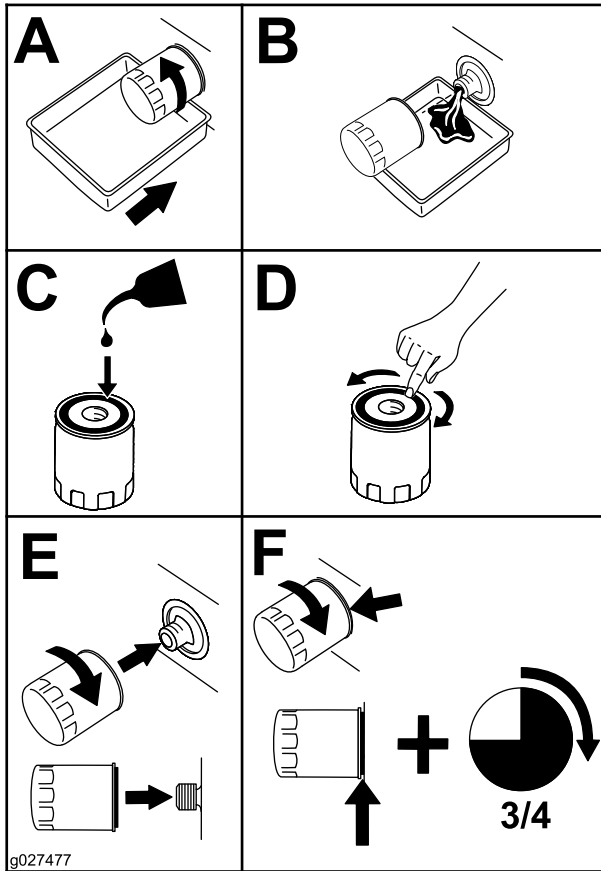

Figura 31
5. Cambie el filtro de aceite del motor (Figura 31).